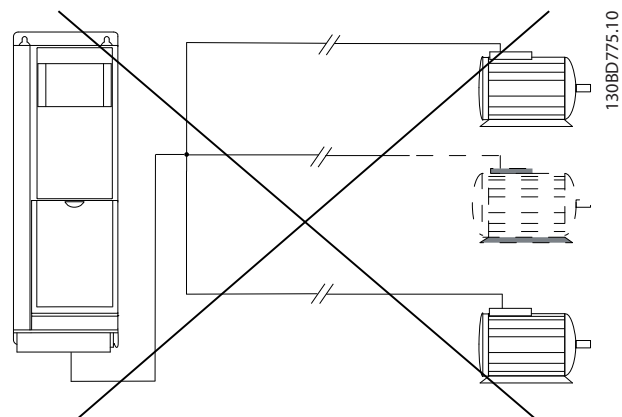

Abbildung 9.51 Gemeinsame Anschlussverbindung bei langen Kabeln
- Verwenden Sie bei langen Kabeln keine gemeinsame Anschlussverbindung, siehe *Abbildung 9.51*.